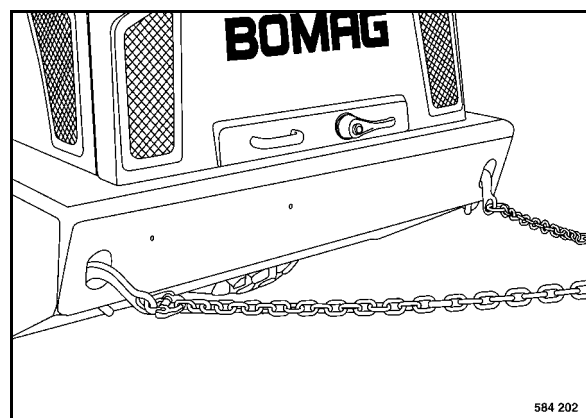

Fig. 59
- Fijar las cadenas (Fig. 59) o cables de remolque en la argolla de forma segura.